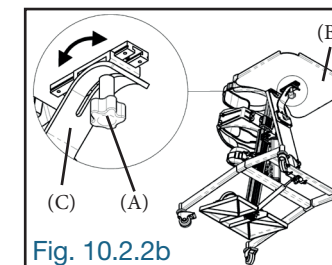

Fig. 10.2.2b
Desserrer légèrement le bouton de blocage (A) sous la table et basculer la table (B) vers le haut ou le bas sur le support (C) de table. À l'inclinaison désirée, resserrer fermement le bouton de blocage (A) afin de fixer la table en place (Fig. 10.2.2b).